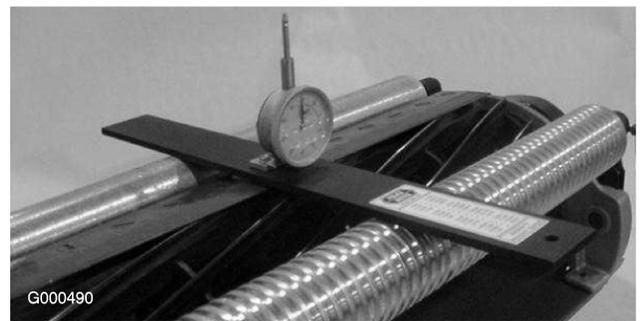

図 53
5. ゲージバーのネジ頭を下刃の切っ先に引っかけ、バーの後端を後ローラに当てがう（図 53）。